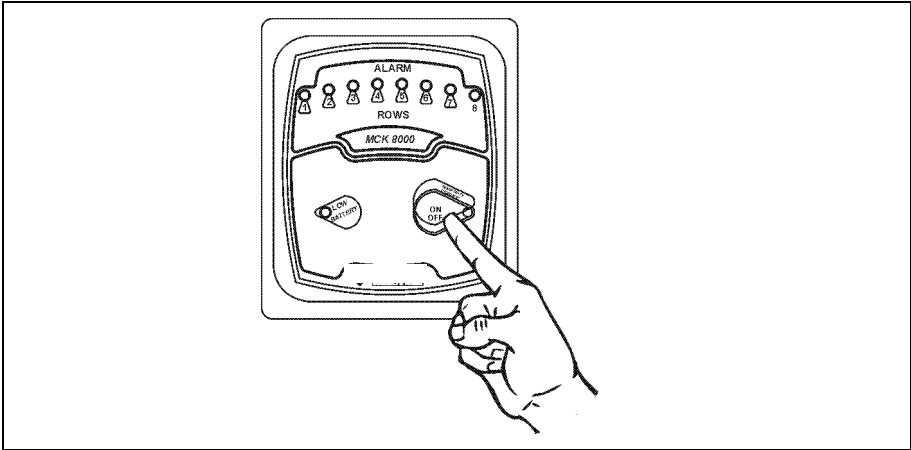

Figure 8.
- avec le moniteur **ÉTEINT**, garder la touche <ON/OFF> enfoncée pendant <5> secondes environ (Figure 8), jusqu'à entendre un court signal sonore ; il sera alors possible de relâcher la touche et les LED des lignes afficheront la sensibilité programmée.